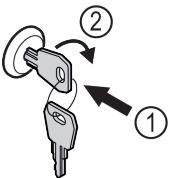

Fig. 57
- ▶ Schlüssel hineindrücken Fig. 57 (1).
- ▶ Schlüssel um 90° im Uhrzeigersinn drehen Fig. 57 (2).